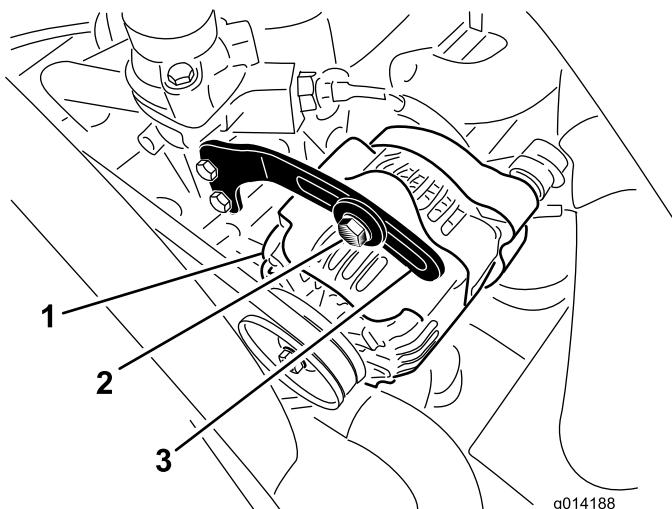

Figura 48
2. Compruebe la tensión de la correa del alternador flexionándola (Figura 48) en el punto intermedio entre las poleas del alternador y del cigüeñal con una fuerza de 10 kg (22 libras).
3. Afloje el perno que sujetá la correa del alternador (Figura 48), y el perno de pivot del alternador.